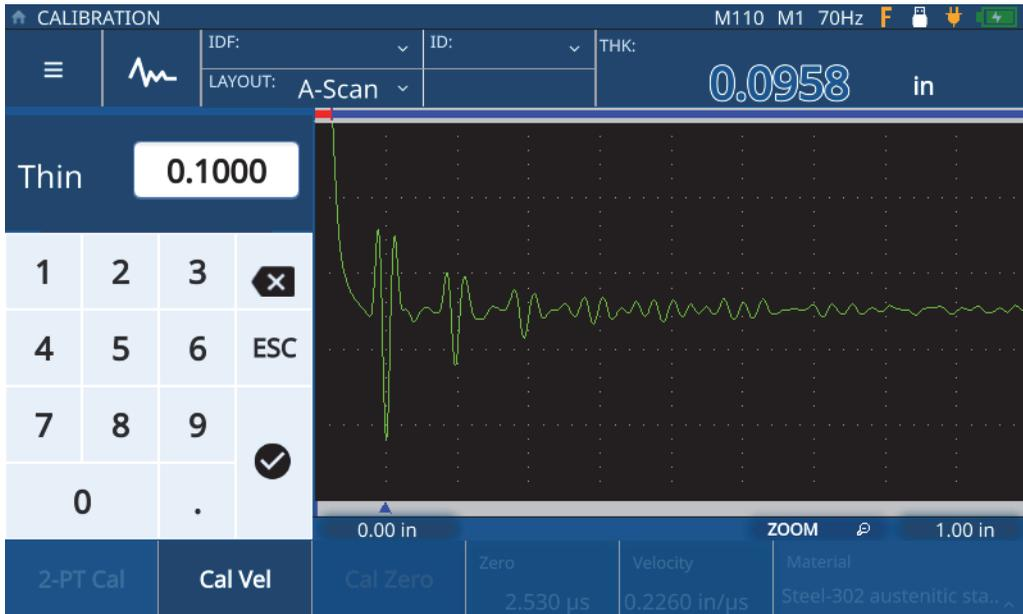

Figure 5-11 Saisie de l'épaisseur de l'échantillon
8. Touchez la valeur **Thin** (Mince) pour entrer en mode de modification, et saisissez l'épaisseur de l'échantillon (Figure 5-11 à la page 58).